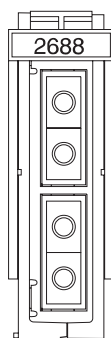

図 25. 2688 OLP カード
2. システム装置上の使用可能 2688 OLP カード (22ページの図25) を見付けます。